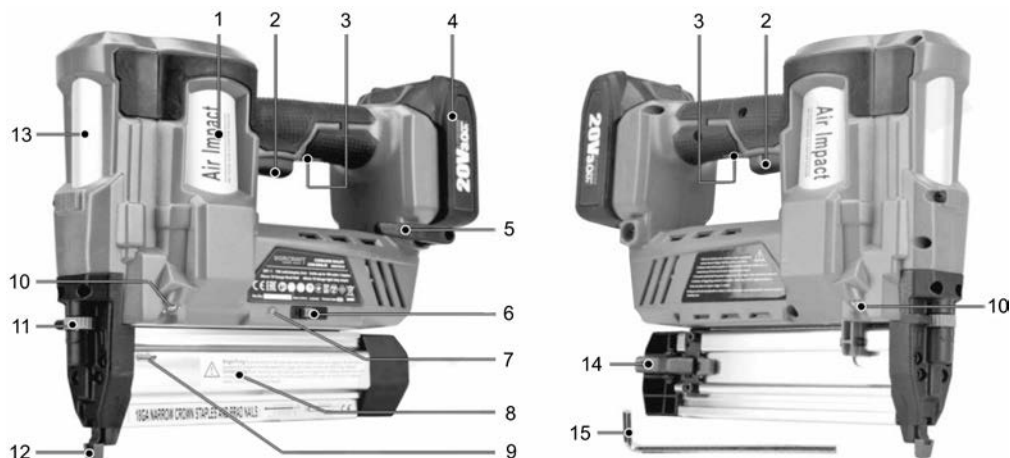

Рисунок 1
3.5 З метою безпеки цвяхозабивач має блокувальний пристрій – автоматичний запобіжник мимовільного пострілу (12, рисунок 1). Заборонено направляти цвяхозабивач на себе, в сторону людей або тварин.
- натисніть на важіль блокування (14, рисунок 1) і потягніть повзунок важеля, щоб відкрити магазин;
- помістіть обойму цвяхів/скоб у магазин (8, рисунок 1), максимальна місткість магазину – 100 цвяхів/скоб;
4.3 Встановіть акумуляторну батарею (4, рисунок 1) відповідним чином.
Глибину забивання встановлюють за допомогою регулятора сили забивання (11, рисунок 1). Перед початком робіт виконайте пробні постріли в аналогічний матеріал, який не буде призначений для подальшого використання, з метою підбору необхідного розміру цвяхів/скоб та глибини їх
Виріб оснащений світлодіодами (10, рисунки 1 і 5) з обох боків для підсвічування робочої зони. Перед початком роботи натисніть кнопку (3, рисунок 1), світлодіоди з обох боків почнуть світитись.
Підсвічування також буде активоване, якщо запобіжний кінцевик (12, рисунок 1) буде притиснутий виробом до заготовки.
Перед початком роботи спершу визначте режим, в якому буде виконуватися постріл цвяхів або скоб. Перемістіть перемикач режимів роботи (6, рисунок 1) у положення «один цвях» (вверх), щоб активувати режим одиночного пострілу. Другий режим призначений для серійної роботи. Для цього перемістіть перемикач режимів роботи у положення «три цвяхи» (вниз), щоб активувати контактний режим пострілу.
- притисніть запобіжний кінцевик (12, рисунок 1) до заготовки у необхідному місці;
- натисніть на пускову клавішу (2, рисунок 1), щоб зробити постріл;
- натисніть і утримуйте пускову клавішу (2, рисунок 1), не відпускаючи її весь час роботи;
- притисніть запобіжний кінцевик (12, рисунок 1) до заготовки у необхідному місці, щоб зробити постріл. Продовжуйте тримати пускову клавішу в натиснутому положенні весь час, але відпускайте запобіжний кінцевик кожного разу після пострілу;